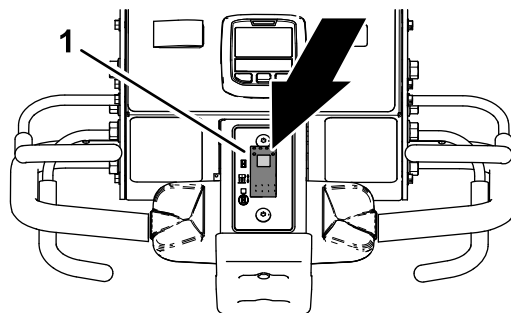

Figure 89
1. Appuyez sur le haut de la commande d'abaissement (Figure 89) pour sélectionner la position ABAISSEMENT DIFFÉRÉ.